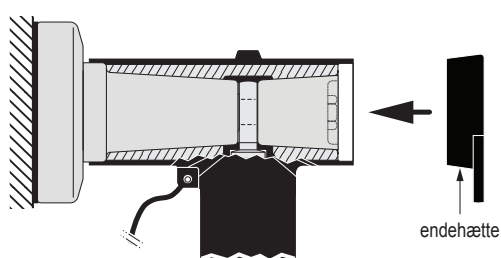

Fig. 19
21) Efter aftørring monteres endehætten med "håndtaget" nedad, fig 19.